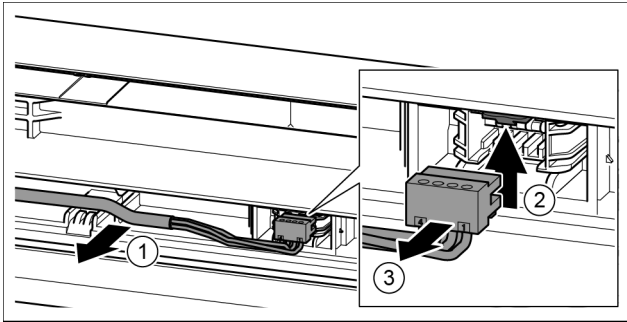

Fig. 19
- Graues Kabel vorsichtig aus der Führung in der Tür lösen. Fig. 19 (1)
- Lasche nach oben drücken. Fig. 19 (2)
- Stecker vorsichtig herausziehen. Fig. 19 (3)